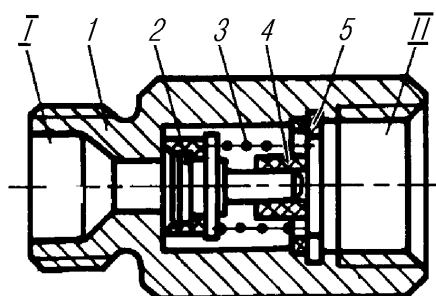

Рис. 55. Клапан обратный:
**Обратный клапан** при подаче сжатого воздуха в вывод I (рис. 55) клапан 2, преодолев усилие пружины 3, открывается, что обеспечивает прохождение сжатого воздуха в вывод II. При снижении давления в выводе I клапан 2 за счет усилия пружины 3 и разности давлений в выводах II и I